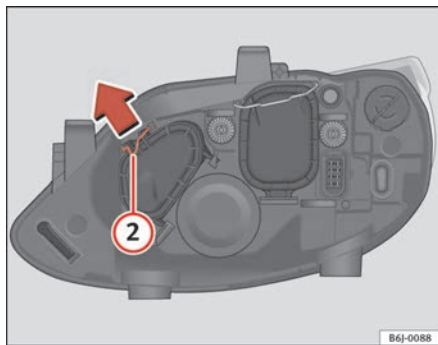

Fig. 148 Abbaglianti
- Far scorrere il tirante (2) nel senso della freccia e sfilare la chiusura ⇒ fig. 148.